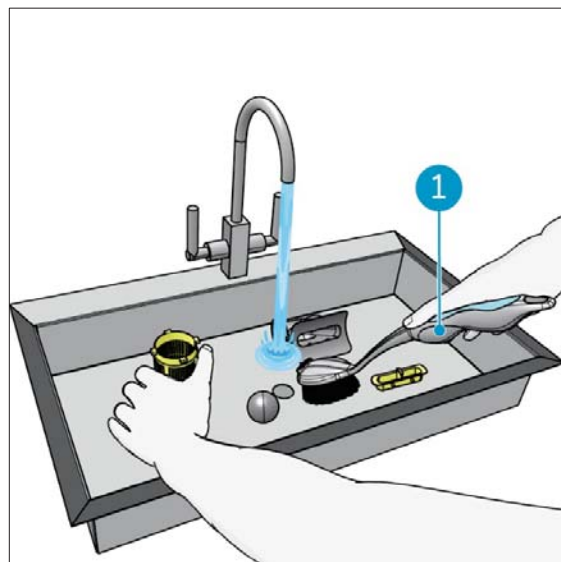

Figure 31
7. Rincez les pièces à l'eau du robinet. Si nécessaire, nettoyez avec une brosse (Figure 31, pos 1).